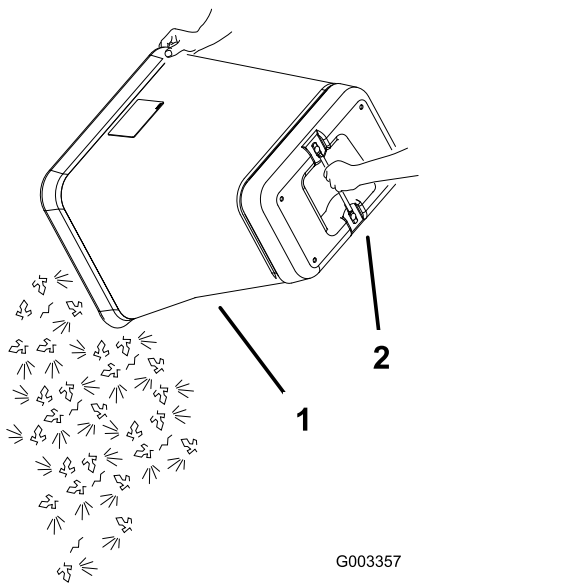

Bild 57
6. Fassen Sie den Griff unten am Grasfangkorb an und drehen den Grasfangkorb zum Entleeren um (Bild 57).